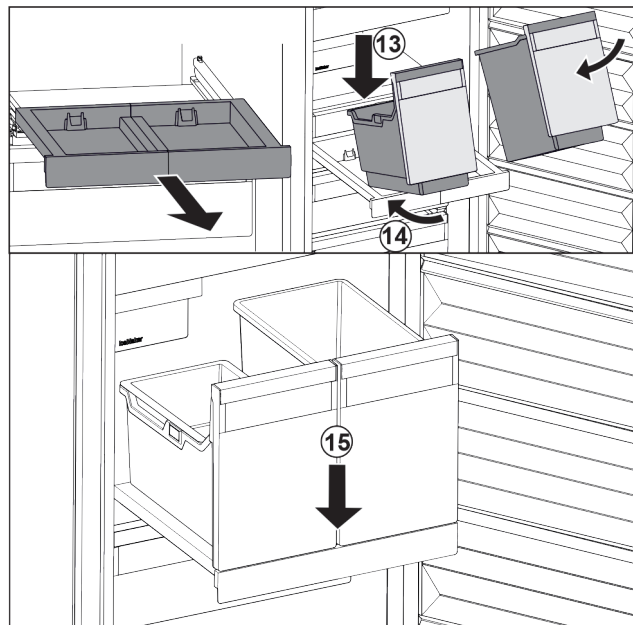

Fig. 100
- Bak schuin op het uitschuifplateau plaatsen. Fig. 100 (13)
- Bak er schuin naar achteren inschuiven. Fig. 100 (14)
- Bak aan voorzijde neerzetten. Fig. 100 (15)